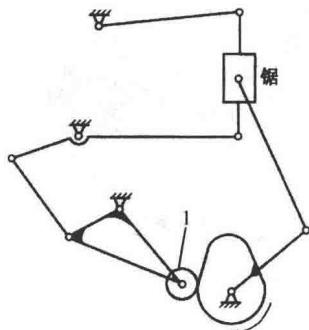

图 1-2-11 锯木机机构
(3) 图 1-2-11 中，滚子 1 处有一个局部自由度，则该机构的自由度为